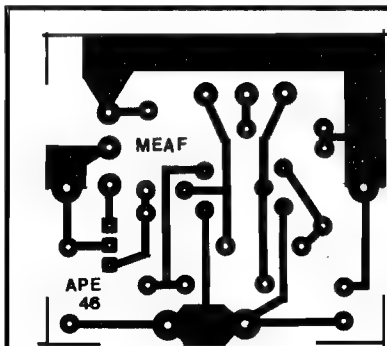

Fig.2
- FIG. 2 - LAY OUT DO CIRCUITO IMPRESSO ESPECÍFICO - A plaquinha (cujo padrão cobreado é visto em escala 1:1, na figura) é simplíssima, pequena e pouco “congestionada, com o que mesmo principiantes não encontrarão grandes dificuldades na sua realização. De qualquer modo, recomendamos ao Leitor/Hobbysta que ainda não tenha muita prática, uma consulta atenta às INSTRUÇÕES GERAIS PARA AS MONTAGENS (encartadas permanentemente nas primeiras páginas de APE...) onde são detalhados conselhos, “dicas” e informações super-importantes quanto à boa utilização de Circuitos Impressos... O fundamental podemos adiantar já: conferir cuidadosamente a placa (seja ela feita em casa, seja adquirida pronta, com o KIT) antes de efetuar qualquer soldagem, uma vez que é muito mais fácil efetuar correções e eliminações de falhas ainda com o Impresso “limpo”, sem os componentes (depois das peças colocadas e soldadas, além da cor-